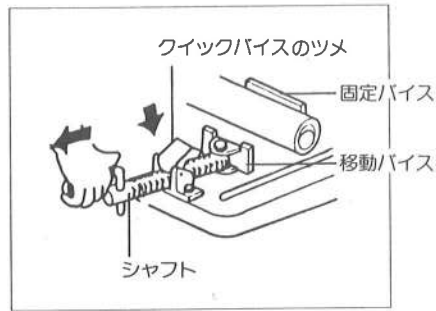

図2
②材料を取り外すときは、ハンドルを左回りに2～3回まわせばはずれます。(図2参照)